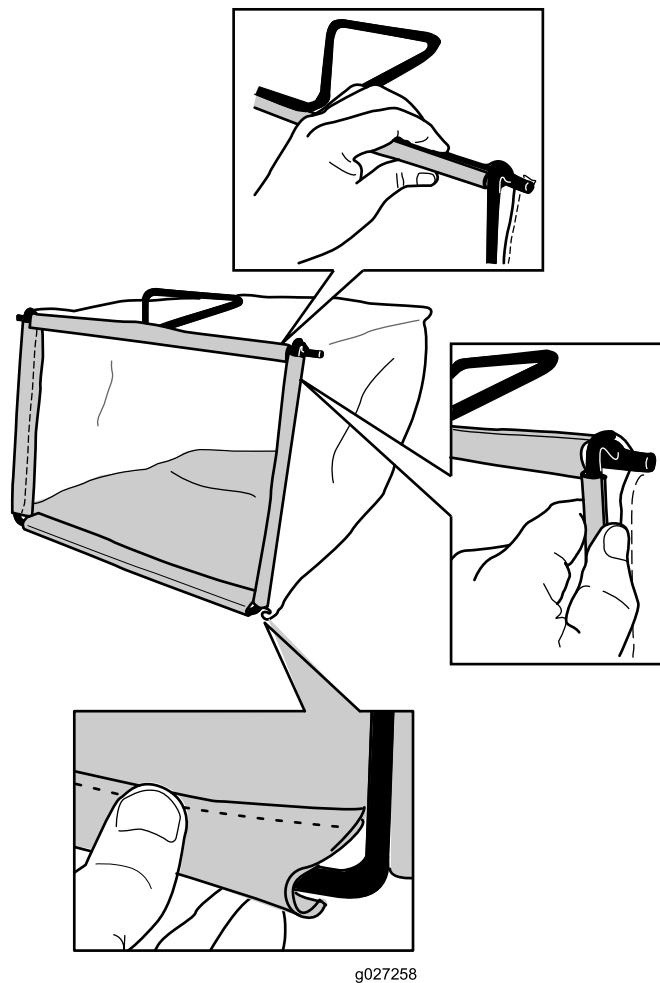

Figure 12
2. Accrochez la glissière inférieure du bac au bas de l'armature (Figure 12).
3. Accrochez les glissières supérieur et latérales du bac au sommet et sur les côté de l'armature respectivement (Figure 12).